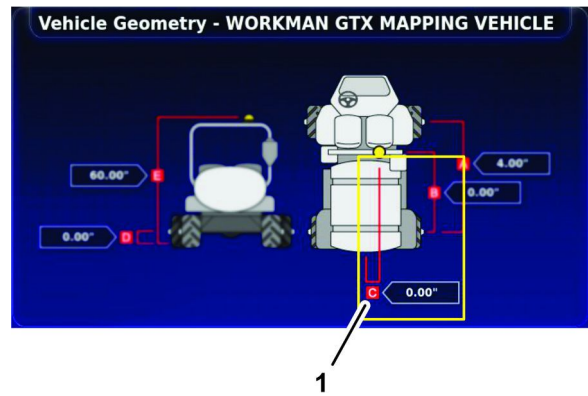

Figura 182
1. Distancia entre la línea central de la máquina y el centro del receptor de satélite (C)
3. Mida la distancia entre la línea central de la máquina y el centro del receptor de satélite (Figura 182), y anote la medida en el formulario de geometría.